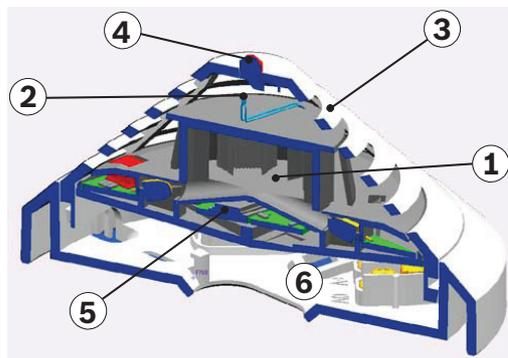
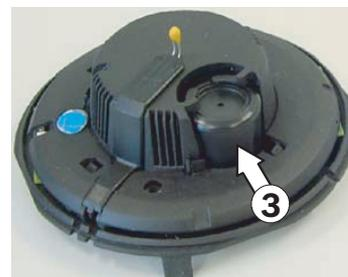

Рисунок 2.1 Конструкция извещателя
Рисунок 2.2 Химический сенсор
В работе оптического сенсора применяется принцип измерения рассеянного света. Светодиод посылает свет в измерительную камеру (см. Рисунок 2.1, пункт 1); этот свет поглощается лабиринтной структурой. В случае пожара в измерительную камеру проникает дым. Свет рассеивается частицами дыма и попадает на фотодиоды, которые преобразуют количество света в пропорциональный электрический сигнал.
Термистор (см. Рисунок 2.1, пункт 2) в цепочке сопротивлений используется в качестве теплового датчика; аналогово-цифровой преобразователь измеряет зависящее от температуры напряжение в определенные интервалы времени.
Газовый датчик (см. Рисунок 2.1 и Рисунок 2.2, пункт 3) в основном обнаруживает образующийся при горении угарный газ (CO), а также водород (H) и монооксид азота (NO).